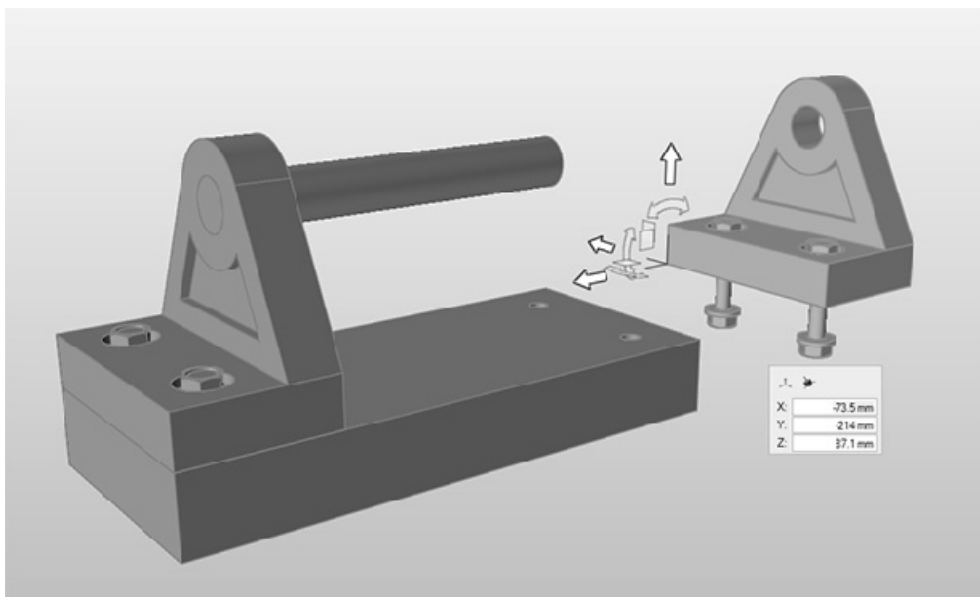

图 3-26
6) 单击移动工具的中心，以启用 3D 移动。在单击该工具的中心位置并将其移动到托架角的过程中，按住〈Shift〉键。按住〈Shift〉键移动工具只会移动工具本身而非零件。该操作可用于重新定位工具，如图 3-26 所示。